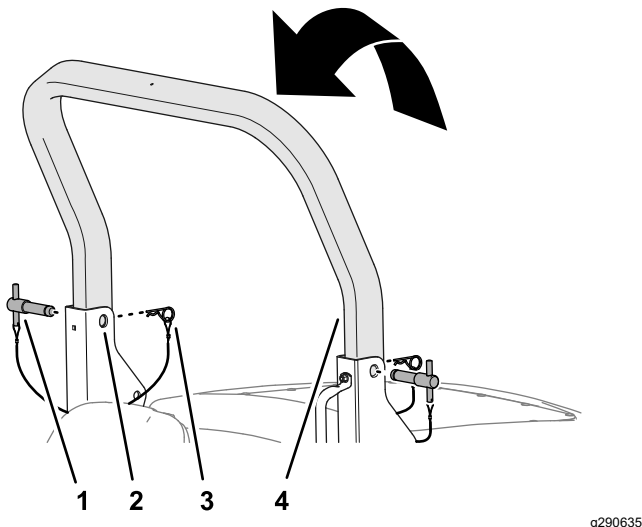

Figura 29
3. Eleve la barra antivuelco superior hasta que los taladros en la barra antivuelco se alineen con los soportes de giro (Figura 29).
4. Inserte los pasadores de la barra antivuelco a través de los taladros superiores de los soportes de giro y la barra antivuelco superior (Figura 29).
5. Fije los pasadores de la barra antivuelco a los soportes de giro con las chavetas (Figura 29).